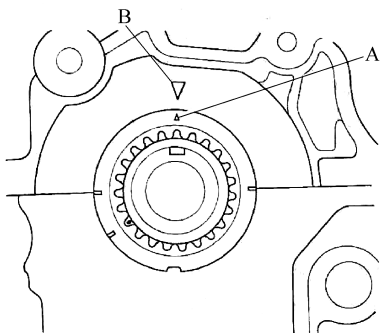

图 2-104 将曲轴置于 TDC 位置
1) 将曲轴置于上止点(TDC)位置。将曲轴链轮上的 TDC 标记(A)与发动机体上的指示标(B)对齐,如图 2-104 所示。